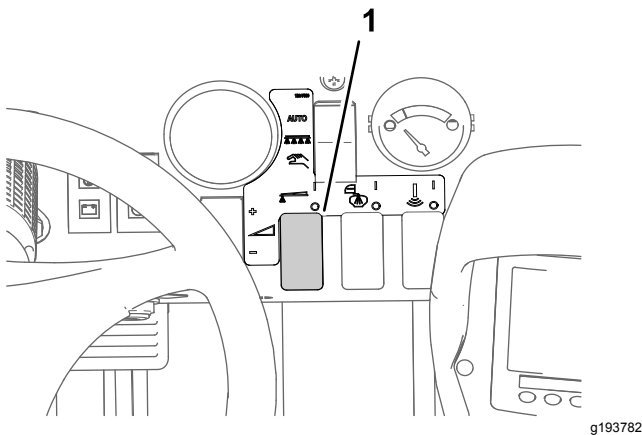

Bild 39
8. Stellen Sie mit dem Dosierungsschalter den gewünschten Sprühdruck ein, wie in der Düsenauswahanleitung angegeben, die mit dem Sprühfahrzeug geliefert wurde (Bild 39).